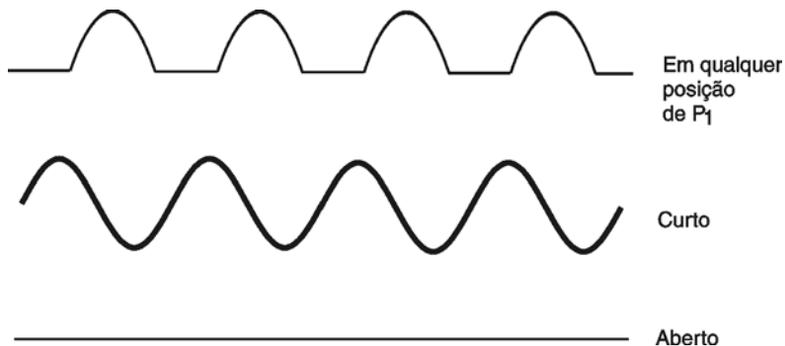

Figura 29
b) Ligue o circuito da forma indicada de modo a ter as formas de onda mostradas na figura 29.
Caso o SCR não se encontre em bom estado, essas formas de onda não serão obtidas. Algumas formas de onda indicando um SCR com problemas são mostradas na figura 29.